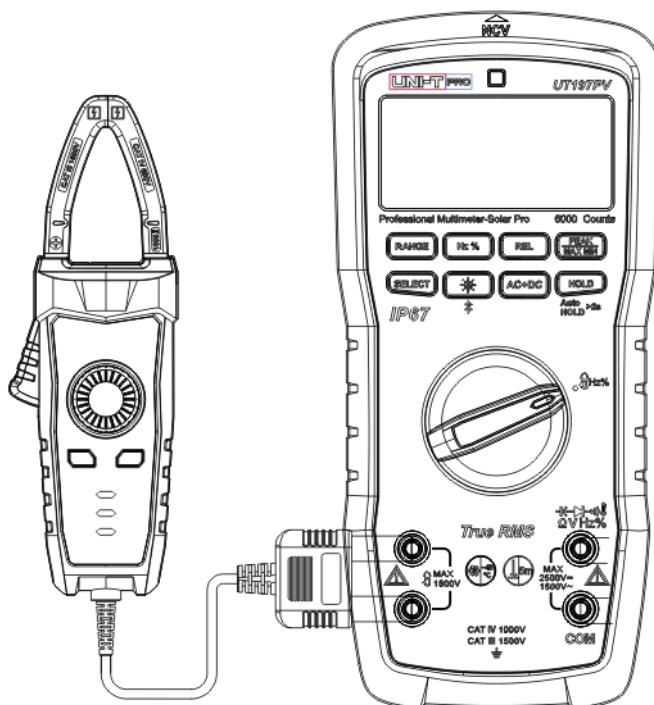

Abbildung 13
10. Messung der Strommesszange (ACA/DCA) (Abbildung 13)